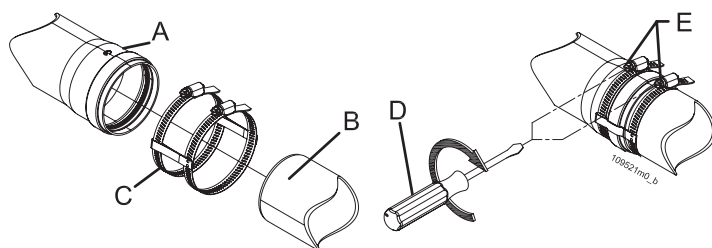

Figura 5.16 - Fissaggio dei condotti di scarico ed aspirazione
**ATTENZIONE !!!** Assicurate meccanicamente gli incastrati fra i vari elementi componenti il condotto di scarico e di aspirazione, mediante l'utilizzo di sistemi di fissaggio o sistemi equivalenti. Vedi Figura 5.16